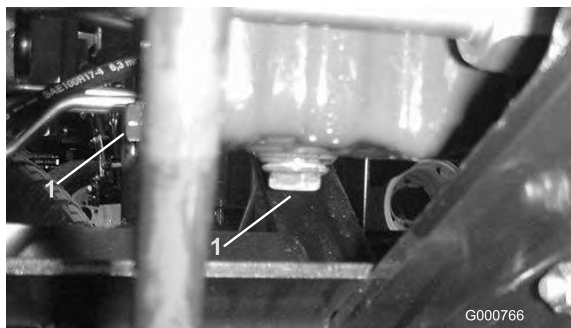

図 56
- ドレン・プラグ（図 56）を外してオイルを容器に受ける。オイルが抜けたらドレン・プラグを取り付ける。